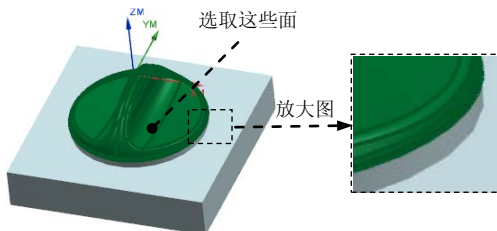

图 3.18 指定切削区域
Step2. 在图形区中选取图 3.18 所示的面（共 25 个）为切削区域，然后单击“切削区域”对话框中的 **确定** 按钮，系统返回到“深度加工轮廓”对话框。